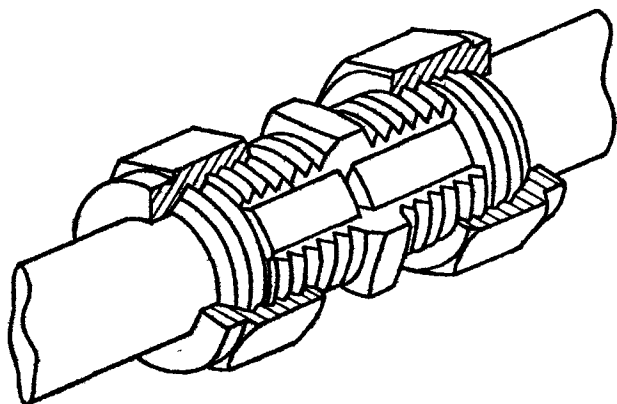

Рис. 7. Соединение медных труб
• **Медные трубы** применяются для водопроводных, отопительных, газовых сетей. Медные трубы обладают большой надежностью и длительным сроком службы при использовании в водопроводно-канализационных, отопительных и газовых системах, благодаря своей отличной коррозионной стойкости. Медь обладает дезинфицирующим свойством — водопроводные трубы из меди не накапливают на поверхности органических веществ. Их монтаж не требует большого числа фитингов и арматуры, по сравнению с трубами из других материалов, они легко соединяются. Для соединения труб (рис. 7) желательно использование компрессионных фитингов с объемным кольцом, так как при использовании пайки серебряным припоем максимальное рабочее давление должно снизиться на 30% из-за температур пайки и местного отжига, происходящего при пайке. Медные трубы поставляются также с защитным полиэтиленовым покрытием «Polylag» которое: уменьшает потери тепла, не препятствуя расширению и сжатию труб; уменьшает конденсацию на трубах;